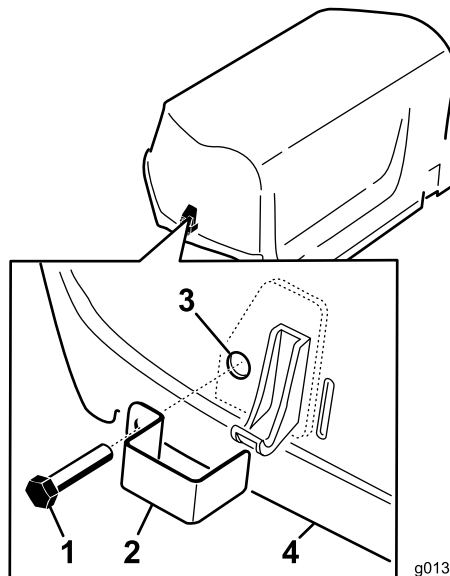

図 7
1. 左右についているラッチ図 7 のそれぞれに、ラッチロックをタップボルトで固定する左右合計 2 個。
2. プライヤかモンキーレンチを使って、内部ロックワッシャを各ボルトに入れて 1 山か 2 山ボルトを固定する図 7。